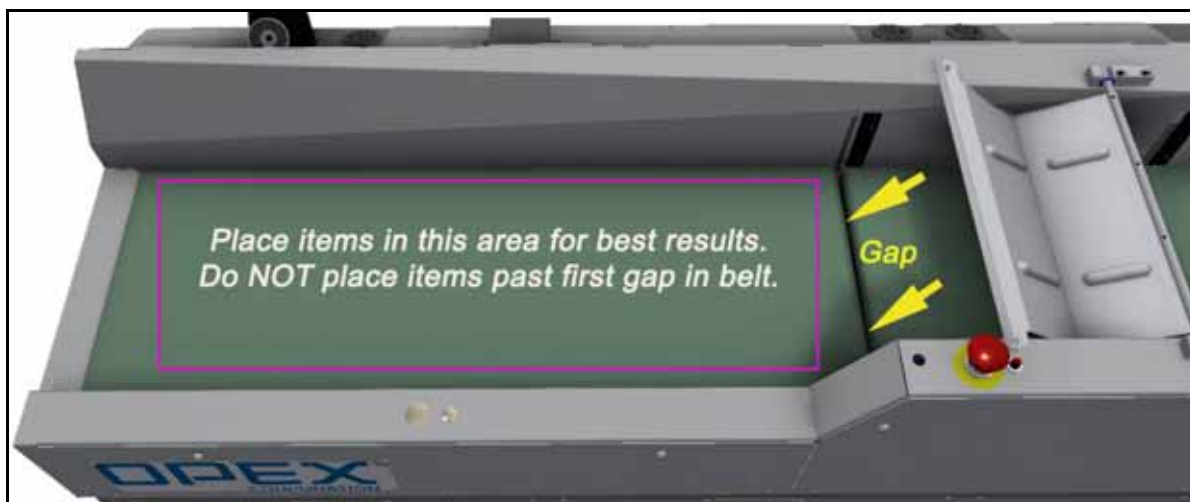

図 4-38: コンベア 「落下ゾーン」
5. 下図のように、コンベア上にアイテムを置きます（図 4-38 参照）。